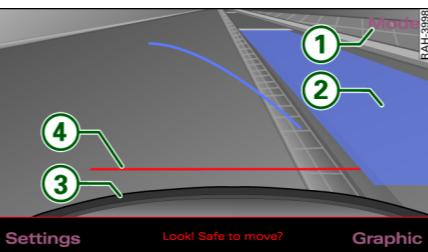
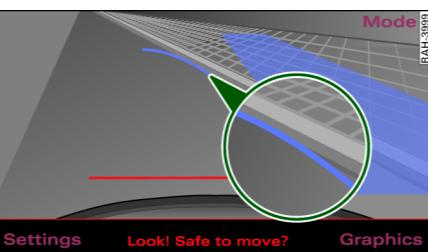

图 187 MMI 显示屏：蓝色区域进入停车位
图 188 MMI 显示屏：蓝色弧线接触到上街沿
- 请在 MMI 终端上按压控制按钮 Mode (模式) ⇒ 第 142 页, 图 187 ①。驻车模式 2 随即显示出来。
- 请倒车行驶, 把本车调整到蓝色基准面 ② 紧挨住后面一侧的车辆或泊车位分界线。蓝色标记面显示车辆轮廓向后约 5 米的延伸。蓝色标记面的纵侧应贴上马路上沿。整个蓝色标记面必须能进入停车空档。
- 将车倒进停车空档, 直到蓝色的弧线接触到上街沿 ⇒ 第 142 页, 图 188。停车。
- 继续向停车空档内倒车, 直到车辆与马路上沿平行。③ 标志着后保险杠。如果定位线④ 接触到一个物体, 那么最迟在此时不得再倒车 ⇒ !与此同时, 本车前部的状况 ⇒ ①。
如果在停车空档旁有障碍物, 如墙壁等, 那么在侧面必须选择较大的间距。蓝色标记面的纵侧与马路上必须有足够距离。基准面不得紧贴路沿。必须大幅度提前打方向盘。蓝色弧线 ⇒ 第 142 页, 图 188 不得接触马路沿, 而应与其保持足够距离。